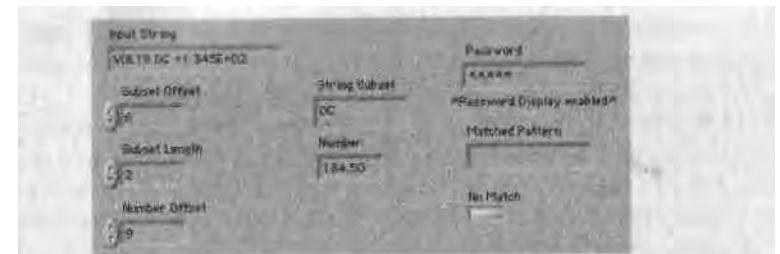

Рис. 9.23. Лицевая панель ВП
1. Создайте лицевую панель, как показано на рис. 9.23.
4. Запустите виртуальный прибор с данными, показанными на рис. 9.23. Обратите внимание, что выделение подстроки DC осуществляется из входной строки. Также отметьте, что числовая часть строки была